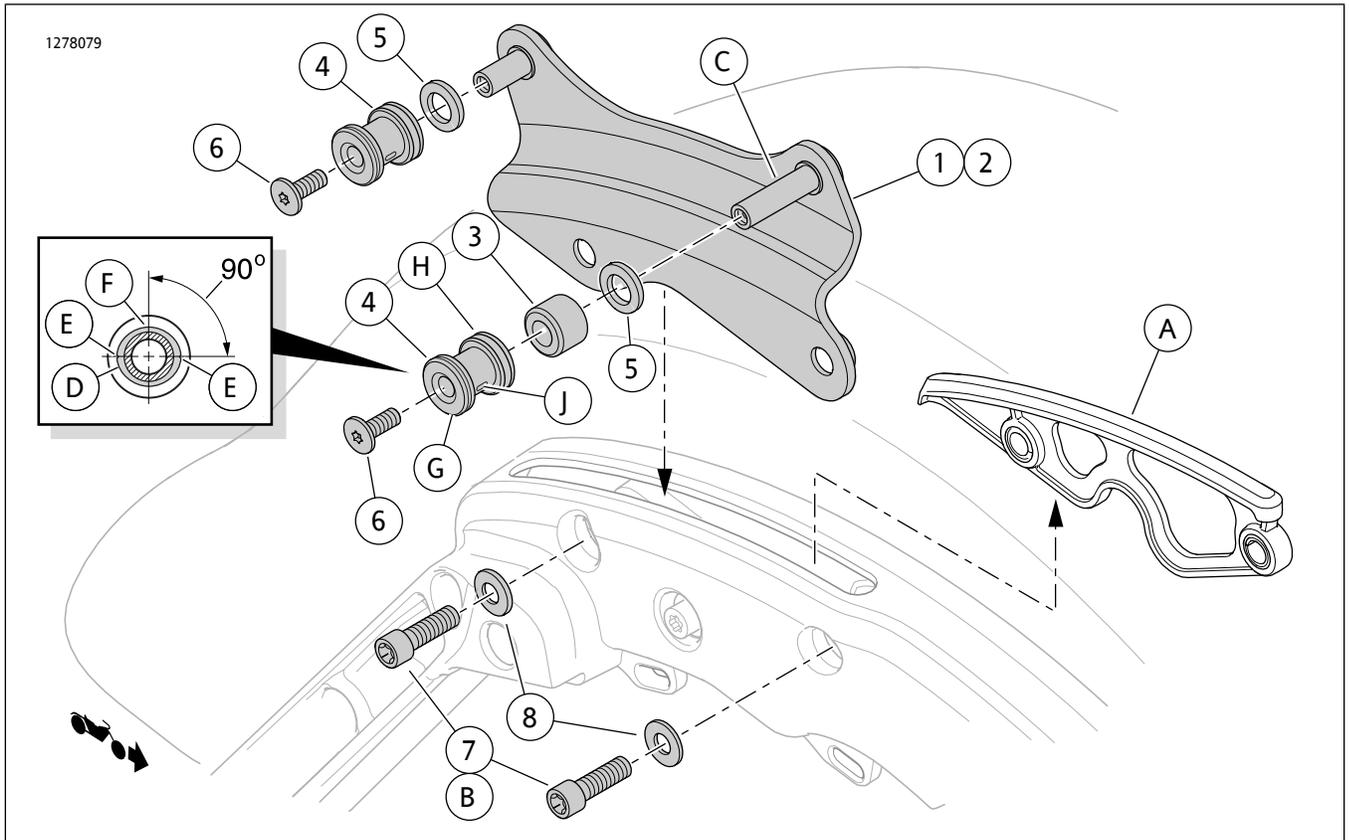

图1。套件内容：可调四点可拆卸式对接五金套件
3. 参见图1。从每侧边箱支撑上拆下两个螺丝(B)。
参见图1。此时不要安装厚度调节隔板(5)。
- b. 参见图1。从所有四个对接板销上拆下螺丝(6)和对接点(4)。
- a. 参见图1。从所有四个对接板销上拆下所有组件。
- 5. 参见图1。固定对接板销螺丝(6)。拧紧。